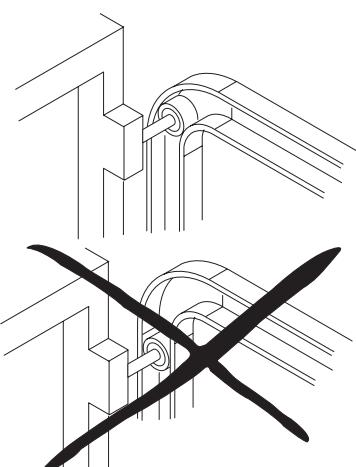

Fig. 5
- Controleer of de bovenste geleiderrol van de sectionale deur zich, als de deur dicht is, in het horizontale deel van de geleiderail bevindt (fig. 5).